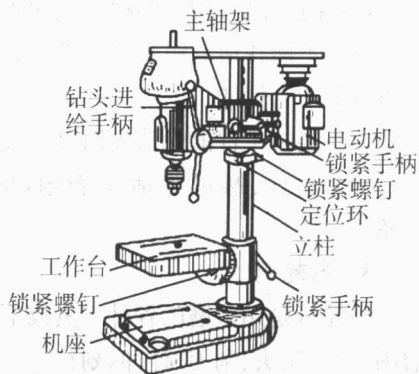

图 1-4 Z4012 台式钻床
(1) 台式钻床。台式钻床是一种常见小型钻床,Z4012 台式钻床如图 1-4 所示。在编号 Z4012 中,Z 表示钻床类;40 表示台式钻床;12 表示最大钻孔直径为 12 mm。台式钻床钻孔直径一般在 13 mm 以下,最小可加工小于 1 mm 的孔。台式钻床的规格是指所钻孔的最大直径,常用的有 6~12 mm 规格。